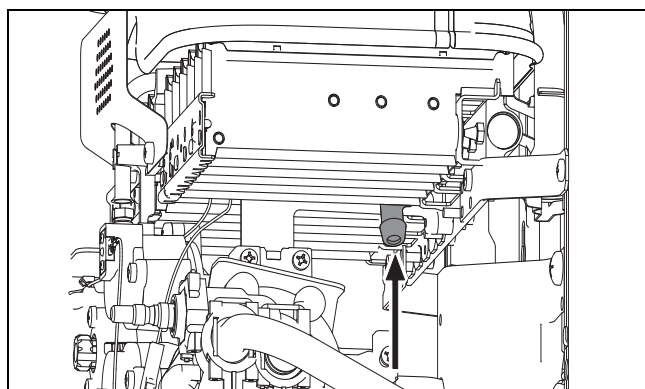

Fig. 13 Point de mesure de la pression
- ▶ Dévisser la vis de pression (fig. 13).